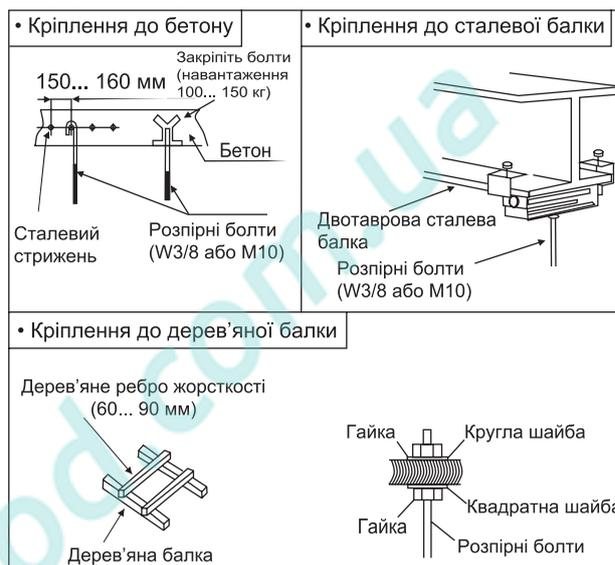

Рис. 3.3.1. Монтаж розпірних болтів
- (1) Оберіть місце встановлення та ретельно продумайте напрям прокладання труб, розташування проводки, а також забезпечте наявність достатнього вільного простору для проведення технічного обслуговування в майбутньому.
- (2) Змонтуйте розпірні болти, як це показано на рис. 3.3.1 нижче.